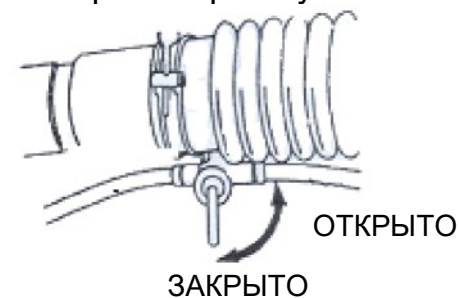

Рисунок 7
(3) Добавление химикатов
- а. При добавлении химикатов во время опрыскивания переключатель должен находиться в закрытом положении (см. рис. 7). Во время опыливания клапан опыливания, дроссельная заслонка и рычаг подачи топлива должны быть в нижнем положении, иначе аппарат будет подавать химикат.